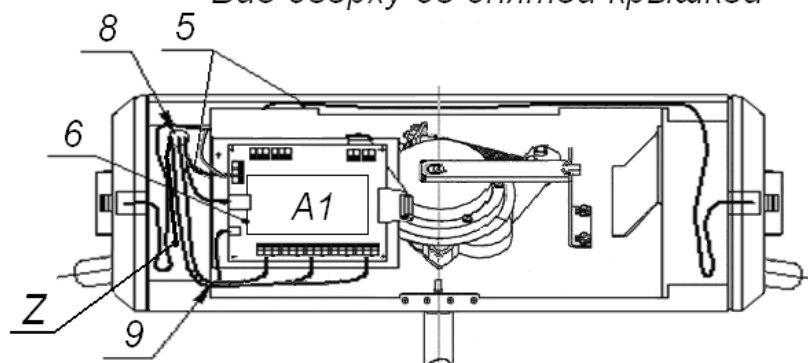

Рисунок 13. Схема прокладки кабелей в стойке ЭП
6. Подготовьте в полу отверстия под гильзы анкеров для крепления стойки ЭП. Установку и крепление стойки производите после прокладки всех кабелей в кабельном канале и внутри стойки. Схема прокладки кабелей в стойке и места расположения отверстий, в которые следует установить изоляционные втулки из комплекта поставки, показаны на рис. 13.
8. Снимите крышку стойки ЭП (3), открыв ключом замок (4) (см. разд. 6).
9. Протяните кабели внутри стойки. Рекомендуемое расположение кабелей при прокладке внутри стойки показано на рис. 13.
13. Выполните заземление стойки ЭП в соответствии с требованиями ПУЭ («Правила устройства электроустановок»). Контакт заземления **Z** находится под крышкой стойки (3), слева от плат контроллера (см. рис. 13).